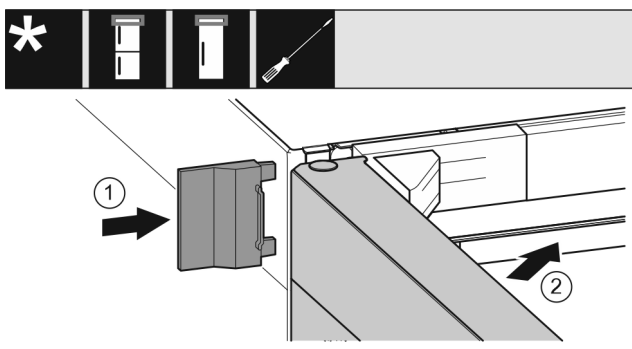

Fig. 24
- ▶ Нахлузете външния капак. Fig. 24 (1)
- ▶ Затворете горната врата. Fig. 24 (2)